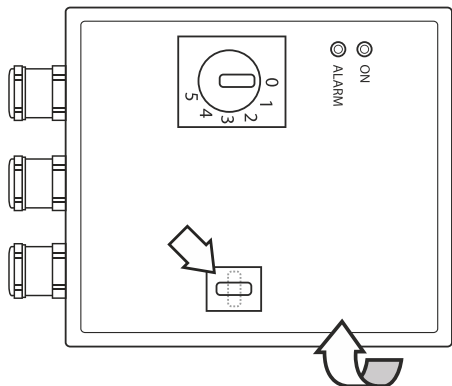

Рис. 2
- Открыть переднюю панель прибора (**см. рис. 2**);
- Закрепить регулятор на поверхности при помощи крепежных отверстий — **6** в задней стенке прибора (**см. рис. 2**);